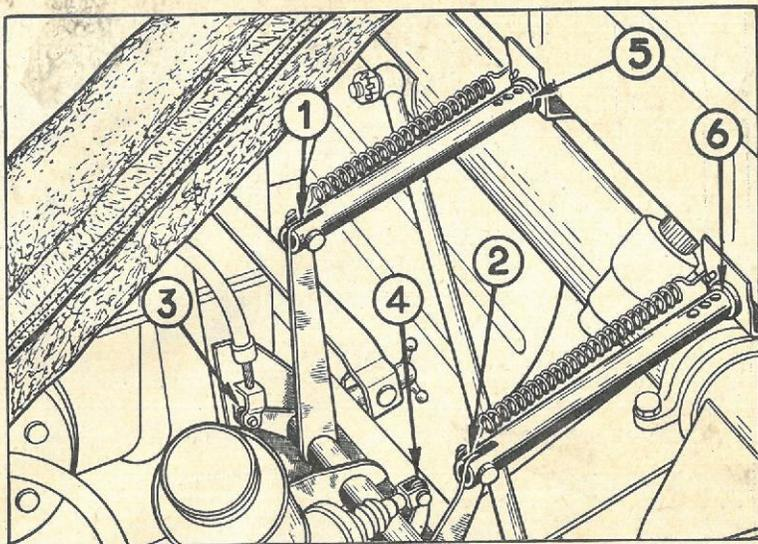

Fig. 17. — GRAISSAGE DES ARTICULATIONS (côté gauche du véhicule).
Graissez aussi les articulations (1) : Un peu d'huile moteur en 1, 2, 3 et 4 et la partie coulissante des tiges de pédales en 5 et 6 (fig. 17).
(1) Ne graissez jamais la bague d'articulation située en haut du levier de changement de vitesse sous le capot.